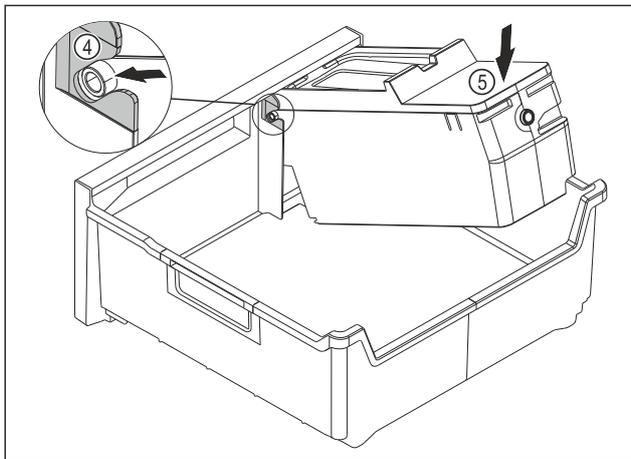

Fig. 100
- ▶ 安装 EasyTwist-Ice 机身：将 EasyTwist-Ice 机身的轴推入到导向装置 Fig. 100 (4)中。
- ▶ 朝下按压 EasyTwist-Ice 机身 Fig. 100 (5)后部。